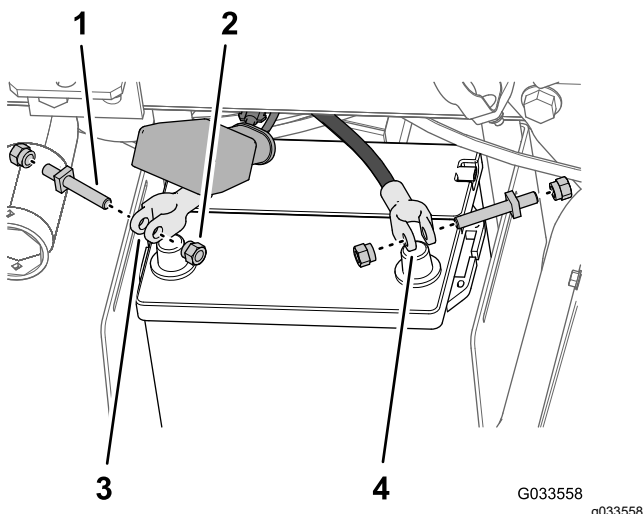

Figura 30
5. Asamblai cu joc un urub de bornă i o piuliță de strângere la clemele cablurilor pozitiv, respectiv negativ ale bateriei (Figura 30).